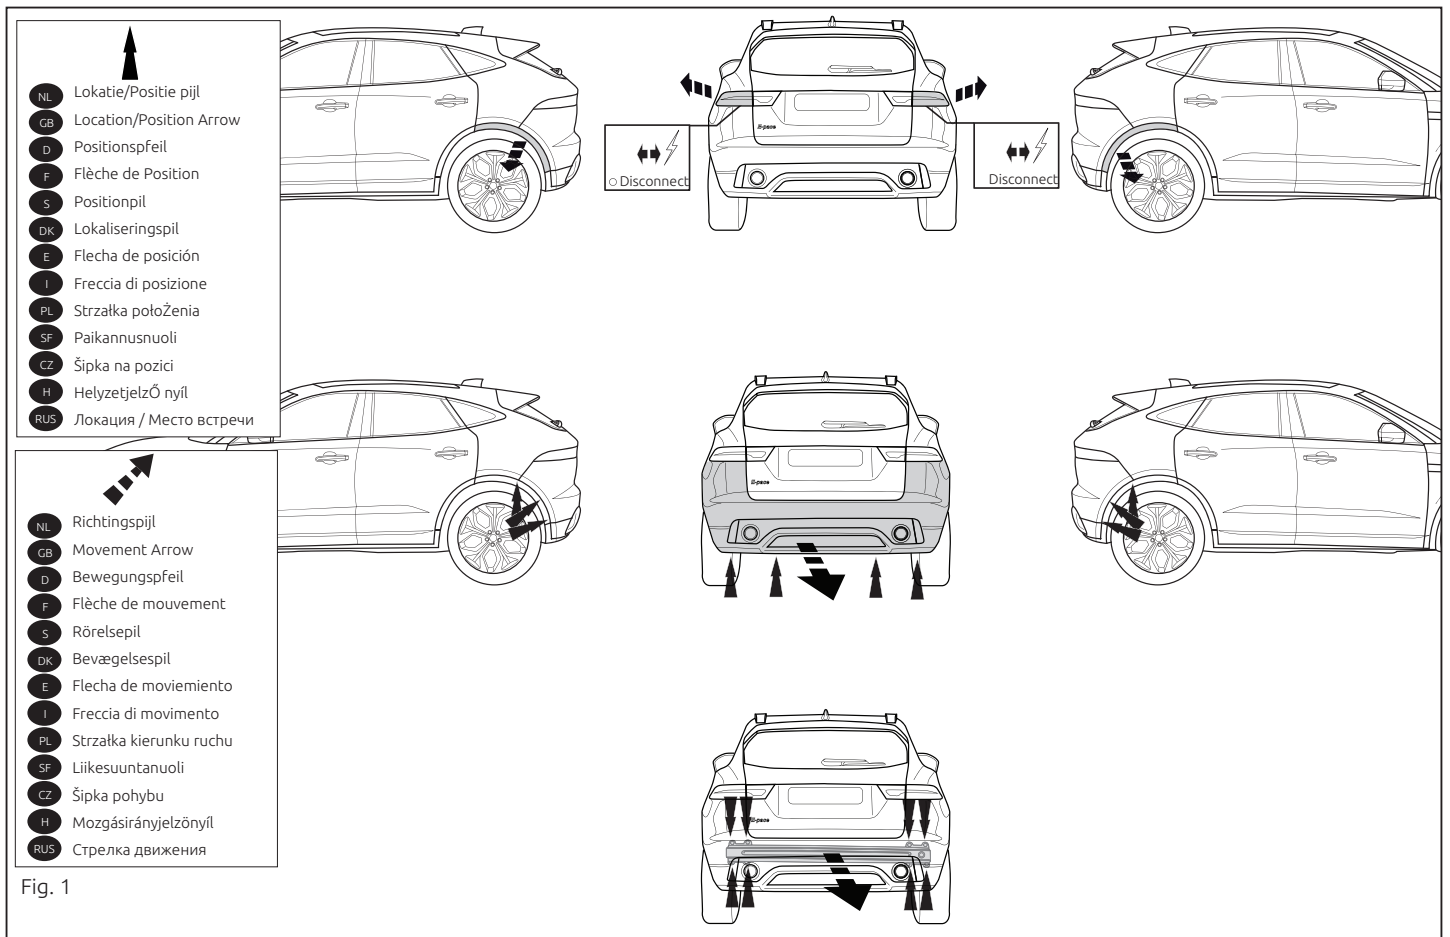

Fig. 1
1. Снять оба блока задних фар. Снять бампер вместе со буферным брусом автомобиля. Буферный брус больше не понадобится. См. рисунок 1.
1. Remove the rear-light units. Remove the bumper and the buffer beam from the vehicle. The buffer beam will no longer be needed. See figure 1.